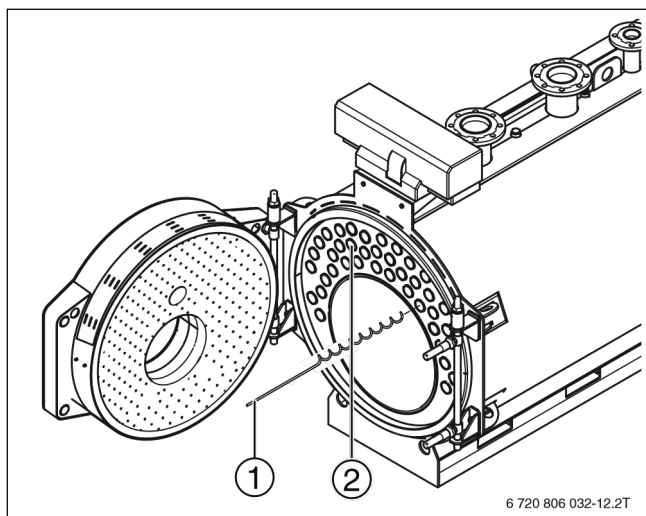

Рисунок 21 Корректировка предварительного натяжения турбулизаторов
- ▶ Удалите остатки продуктов горения из топочной камеры (→ Рисунок 21, стр. 31), газоотводящих каналов, а также из сборного коллектора дымовых газов и отвода конденсата.